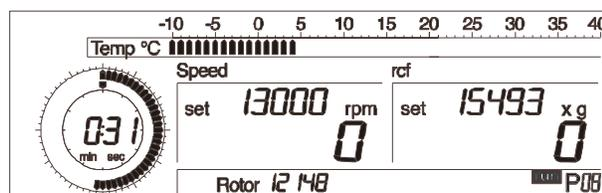

Abb. 5.22: Abrufen von Programmen;
- Drehen Sie den linken Drehknopf, bis im Anzeigenfeld "run" erscheint (Abb. 5.22).